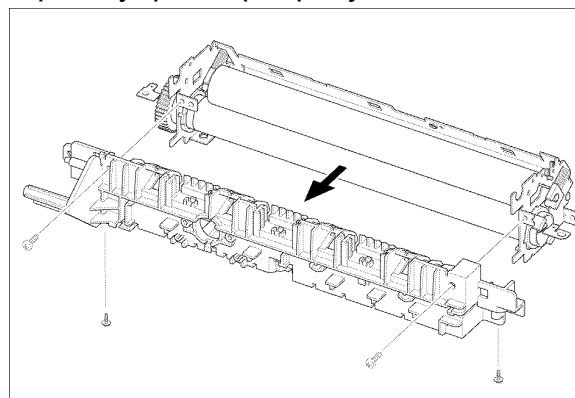

Рисунок 10
12. Выкрутите 4 винта, а затем снимите крышку фьюзера, рисунок 10.